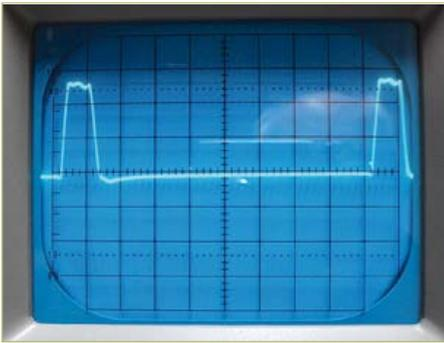

Bild 3. Impulsgenerator-Ausgang.
**Bild 3** zeigt den Ausgang des Generators ohne angeschlossenes Kabel. Das Oszilloskop ist auf eine horizontale Ablenkung von 0,1 µs pro Teilstrich eingestellt. Die (vertikale) Empfindlichkeit ist 5 V pro Teilstrich. Man kann sehen, dass die Impulse des Generators 0,1 ms breit sind und 0,9 s Abstand haben.